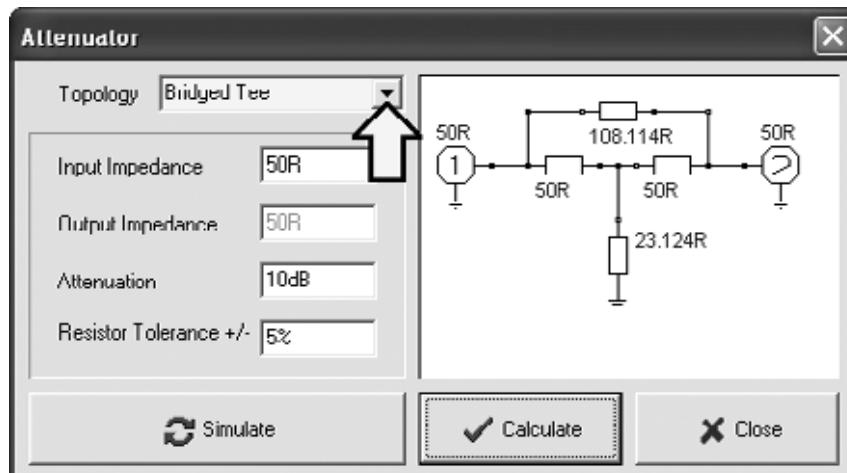

Fig.30 En este caso hemos seleccionado en el apartado TOPOLOGY la opción BRIDGED TEE (configuración en T con puente).
- **Atenuador** en **T con puente (Bridged Tee)**, ver Fig.30.
Si la **atenuación** en **dB** no es un factor determinante podemos introducir en **Attenuation** un valor de **10,5 dB** en lugar de **10 dB** (ver Fig.28), obteniendo unos valores de **27,01 ohmios** y de **32,775 ohmios**. En este caso se pueden utilizar tranquilamente resistencias de **27 ohmios** y de **33 ohmios**. Seleccionando en **Topology** la opción **Pi Section** (ver Fig.29) o **Bridged Tee** (ver Fig.30) se muestran los **esquemas eléctricos** y los **valores** correspondientes a estos tipos de atenuadores.